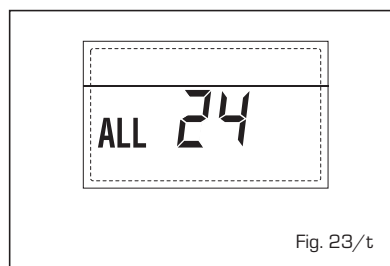

Fig. 23/t
- ANOMALIA AVARIA SONDA FERVIDOR SOLAR S2 "ALL 25" (fig. 23/u)